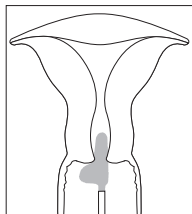

Fig. 1
3. Tenir l'écouvillon floqué par la tige et insérer l'embout de l'écouvillon (le segment long du „L”) à l'intérieur du canal cervical, en laissant en dehors du canal cervical la partie la plus large de l'écouvillon (le segment court du „L”); voir la Fig. 1.